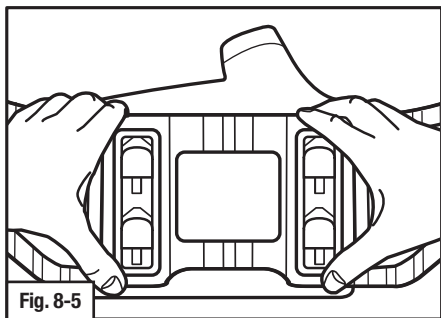

Fig. 8-5
4. Deslize o cinto para cima (Fig. 8-5) até que o cinto se encaixe travando as teclas em baixo do motorizado (Fig. 8-6).